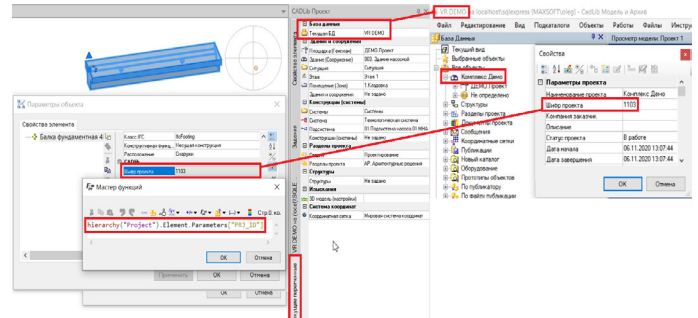

Рис. 4. Пример получения свойства проекта CADLib Модель и Архив
- `hierarchy("<имя иерархии>").Element.Parameters["<Имя атрибута>"]` выводит значение атрибута последнего установленного узла иерархии в текущих переменных. Работает для иерархии Project. Пример использования формулы – на рис. 4.